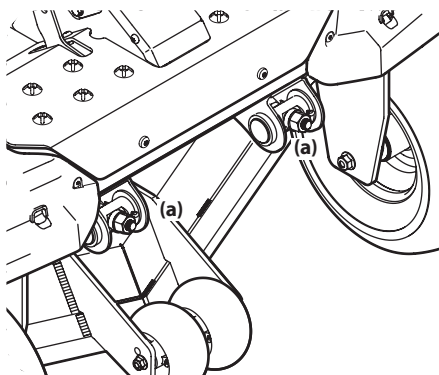

Figure 4-11
5. Pour relever le devant du plateau de coupe, desserrez les écrous autobloquants à l'avant des axes de pivot (a) avec une clé. Puis, serrez les écrous situés à l'arrière des axes de pivot (a) pour relever le devant et le maintenir en place. Voir Figure 4-11.
6. Pour abaisser le devant, desserrez les écrous à l'arrière des axes de pivot (a) avec une clé. Ensuite, serrez les écrous autobloquants à l'avant des axes de pivot (a) pour abaisser le devant et le maintenir en place. Voir Figure 4-11.